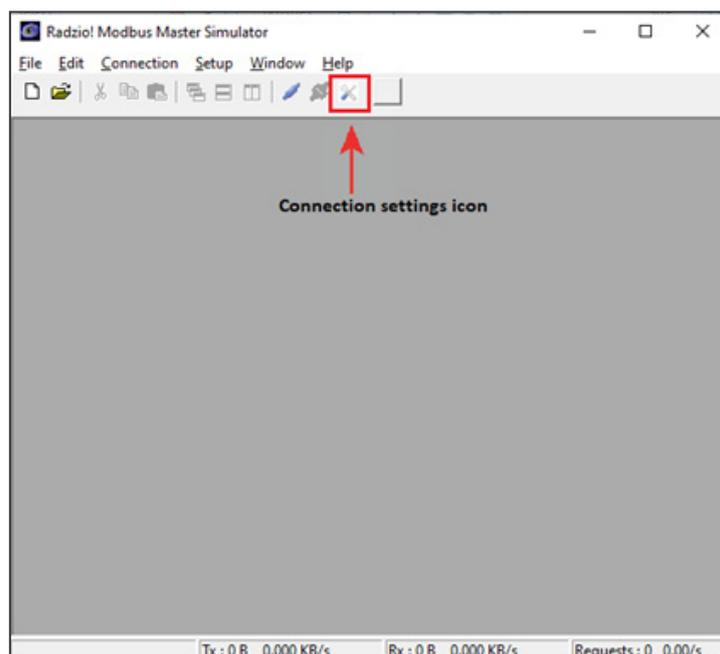

Fig 2: Icono de configuración de conexión
2. Haga clic en el icono de **Configuración de conexión** en la barra de herramientas. (Fig 2)